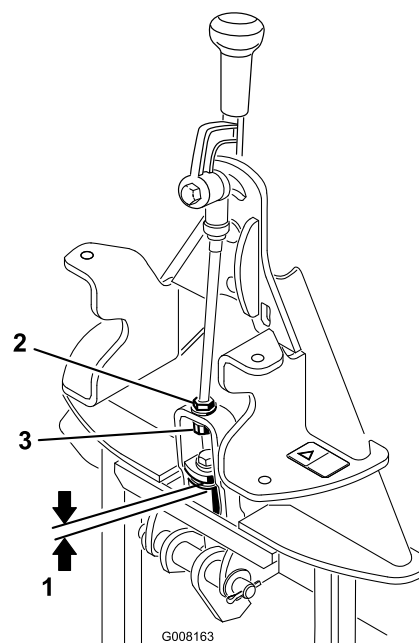

図 12
2. 図 12に示すように、上面のワッシャからアタッチメント・アダプタのリンク・アセンブリのスペーサまでの距離を測る。